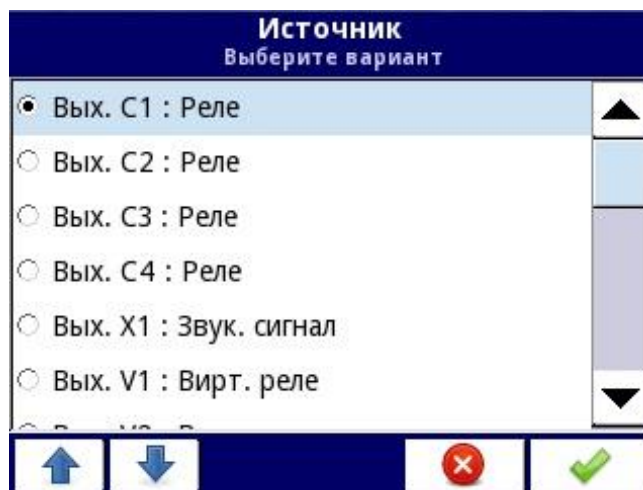

Рисунок 2.50
- выходные модули, установленные в соответствующие слоты А, В или С (см. рисунок 2.50). Информацию о выходных модулях см. в п. 2.16 «Встроенные выходы»;